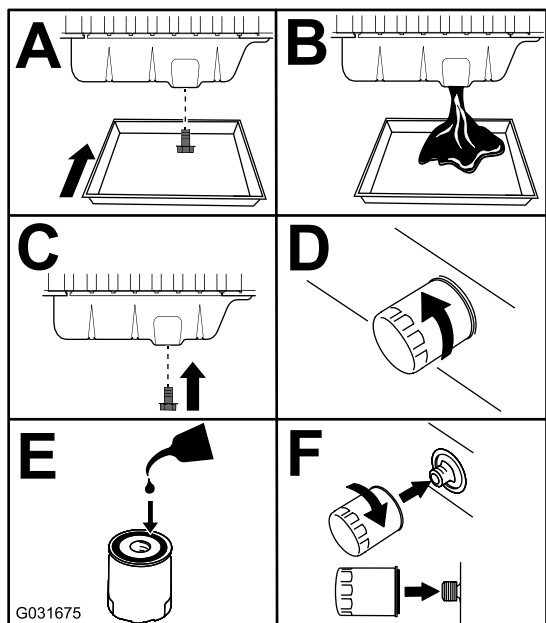

Figure 74
- Vidangez l'huile moteur et remplacez le filtre à huile (Figure 74).